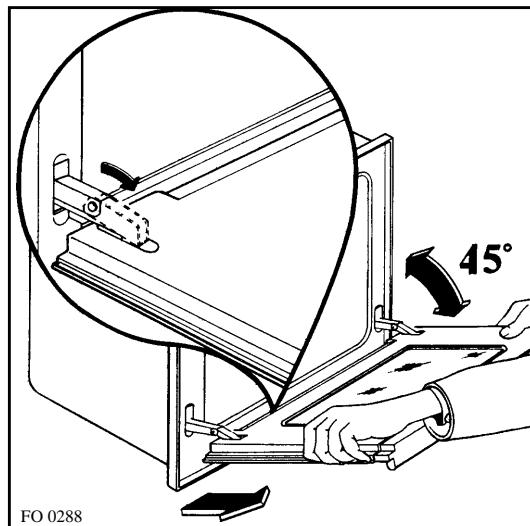

Fig. 6
- b) individuate le due cerniere che sostengono la porta (fig 6);
- c) alzate e ruotate le levette poste sulle due cerniere (fig. 6);
- e) tirate la porta verso di Voi, estraendola dalla sua sede (fig. 6);